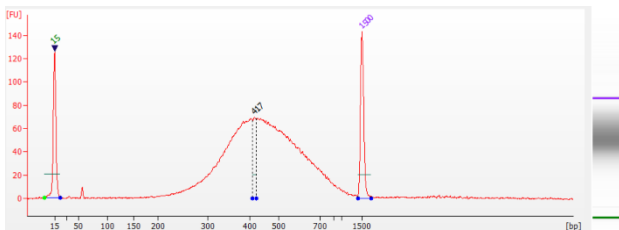

图 2 标准流程 PCR 纯化后产物 Agilent 2100 Bioanalyzer 检测结果
- 3.8.2 通过 Bioanalyzer、Tapestation (Agilent Technologies); LabChip® GX、GXII、GX Touch (PerkinElmer); Fragment Analyzer™ (Advanced Analytical) 等基于电泳分离原理的设备对 PCR 纯化后产物进行片段分布检测。图 2 为标准实验流程 PCR 纯化产物的 Agilent 2100 Bioanalyzer 检测结果。